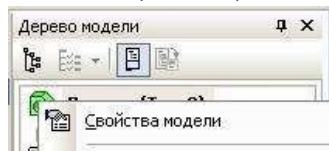

Рисунок 7.105 – Выпадающее меню
2) В дереве модели щелкните ПК мыши по ярлыку модели (рисунок 7.105) → Укажите **Свойства модели** (обозначение документа, наименование (рисунок 7.106), материал (рисунок 7.107) и т д).